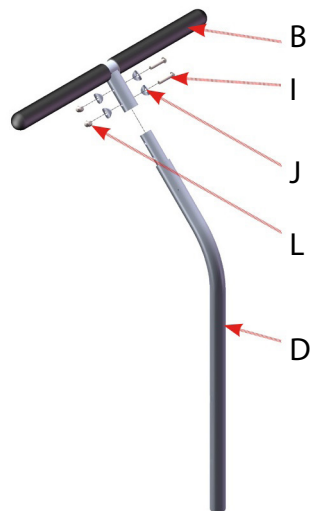

Abb.11
Um den Griff (B) am verstellbaren Rohr (D) anzubringen, verwenden Sie vier Wellscheiben (J) und jeweils zwei Zylinderkopfschrauben (I) und Sicherheitsmutter (L) (siehe Abb. 11). Verwenden Sie zum Festziehen den Inbusschlüssel (O) und den Ringschlüssel (P).